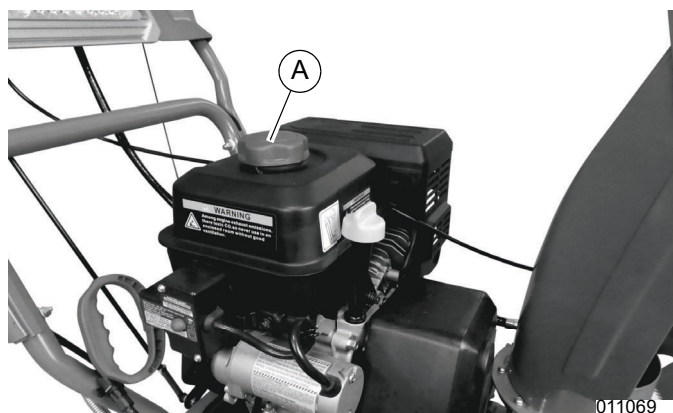

Figure 2-22. Bouchon du réservoir de carburant
2. Voir **Figure 2-22**. Ouvrir le bouchon du réservoir de carburant (A).